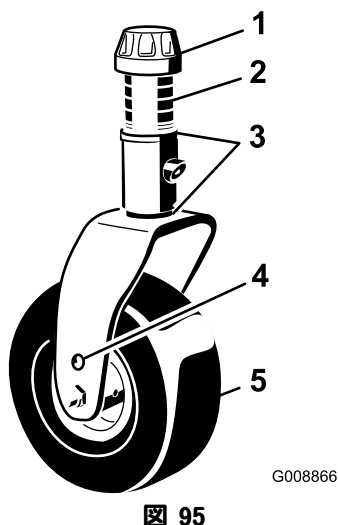

図 95
- キャストスピンドルシャフトからテンショニングキャップを外し、キャストアームからキャストシャフトを抜き出す（図 95）。必要に応じてシムの位置を変更してキャストオイルの高さを変えてカッティングユニットを正しいピッチに調整する。